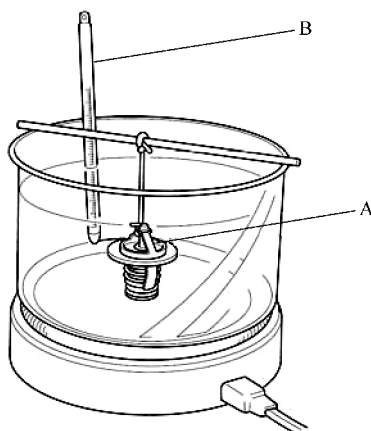

图 21-7 检查节温器
3) 如图 21-7 所示, 将节温器 A 悬架在盛水的容器中, 不要让温度计 B 接触到加热容器底部。